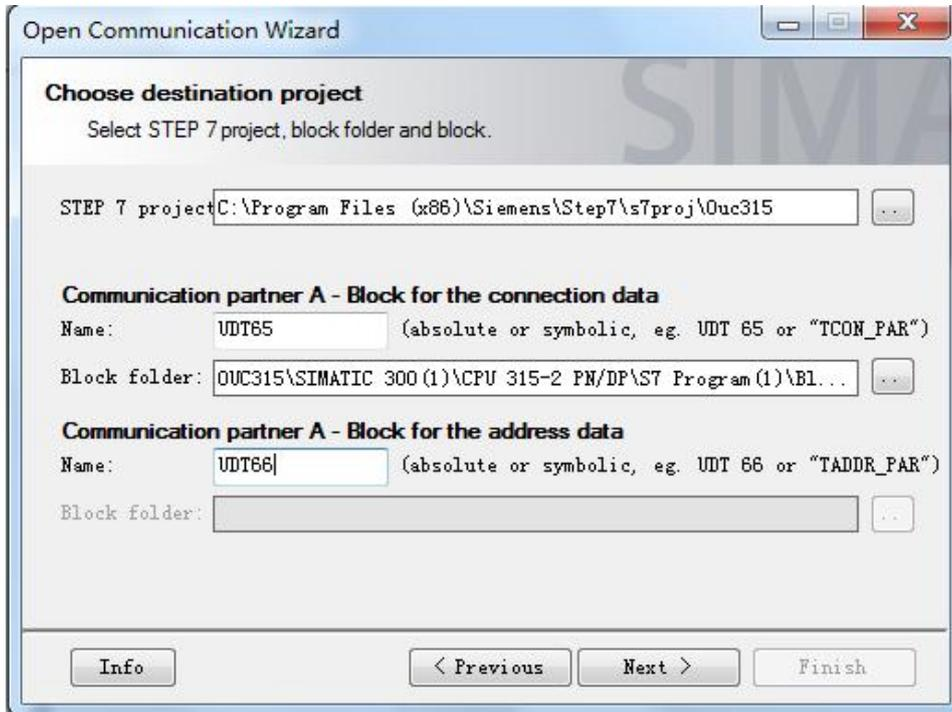

图 3-8 指定 UDT
3.8 指定 UDT65 和 UDT66 分别作为存储连接参数和地址参数的自定义结构名，如图 3-8 所示。